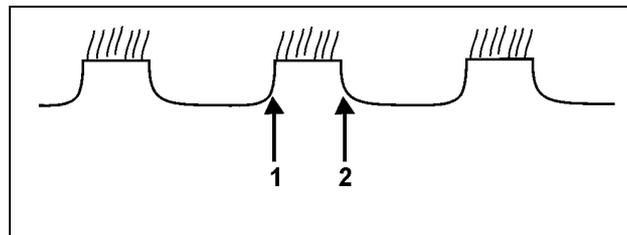

Fig. 32
- Desplazar la 1ª hilera de discos hacia la derecha y controlar nuevamente (Fig. 32):